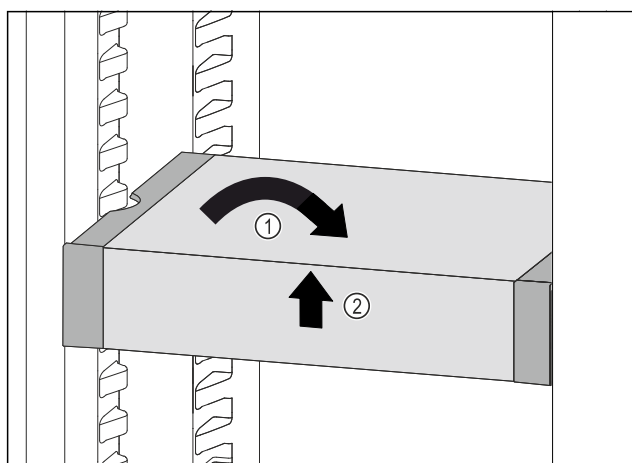

Fig. 126
- VarioSafe ustawić prosto. Fig. 126 (1)
- VarioSafe unieść z przodu. Fig. 126 (2)